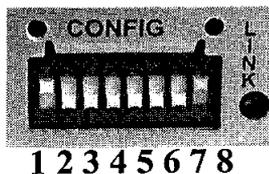

FIG. 13
2. Conecte la interfase RS-232C en el puerto del IDU etiquetado como PORT1 (DB25 hembra) (ver figs. 13 y 14)